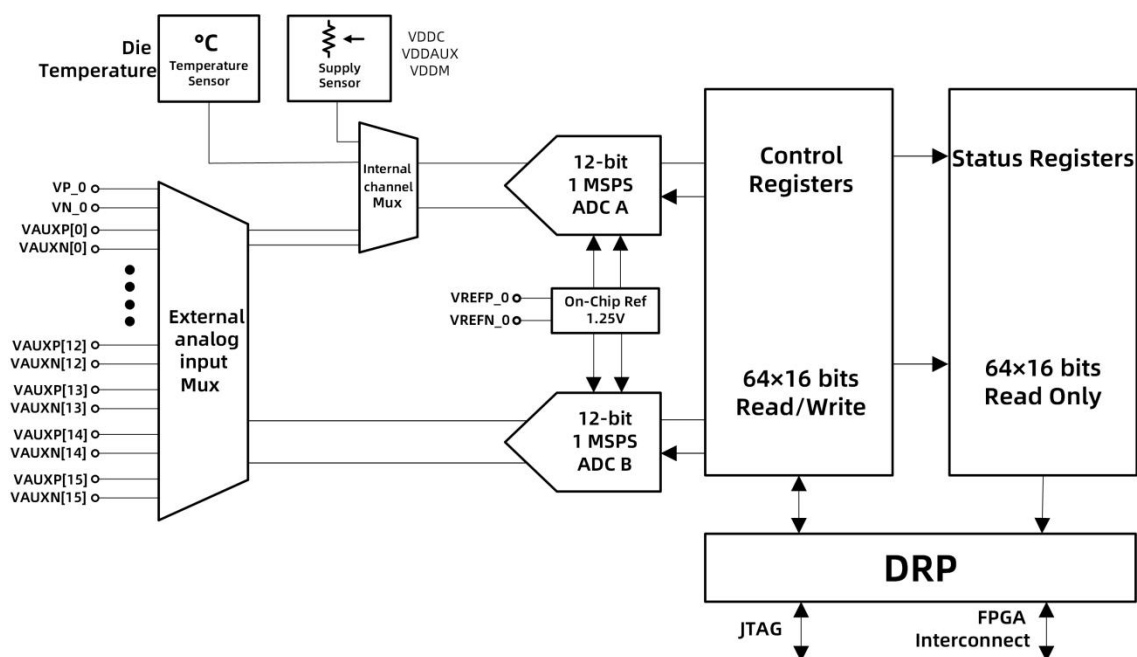

图 2.7-1 ADC结构示意图
MgiCubo®系列FPGA器件内置 1 个ADC模块，该模块可实现对芯片上的电压，温度等参数的高精度测量，提供了选择使用片上参考电压精度 $\pm 1\%$ ，减少了外部活动组件的需求，适用于基本的片上温度和电源监测。为了实现ADC的全12位性能，推荐使用外部1.25V参考电压。ADC模块即使工作时也只需要很小的功耗，而当转换完成后处于低功耗状态。如图 2.7-1所示。
- 如图 2.7-1所示，ADC主要通道范围External analog input Mux与internal Channel Mux的输入